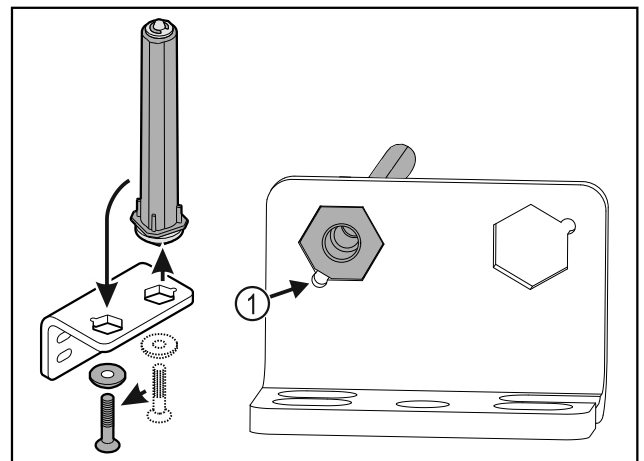

Fig. 19
- ▶ Atkreipkite dėmesį į tai, kad įstatant nuožulni kaiščio pusė Fig. 19 (1) nukreipta į apvalią skylę.